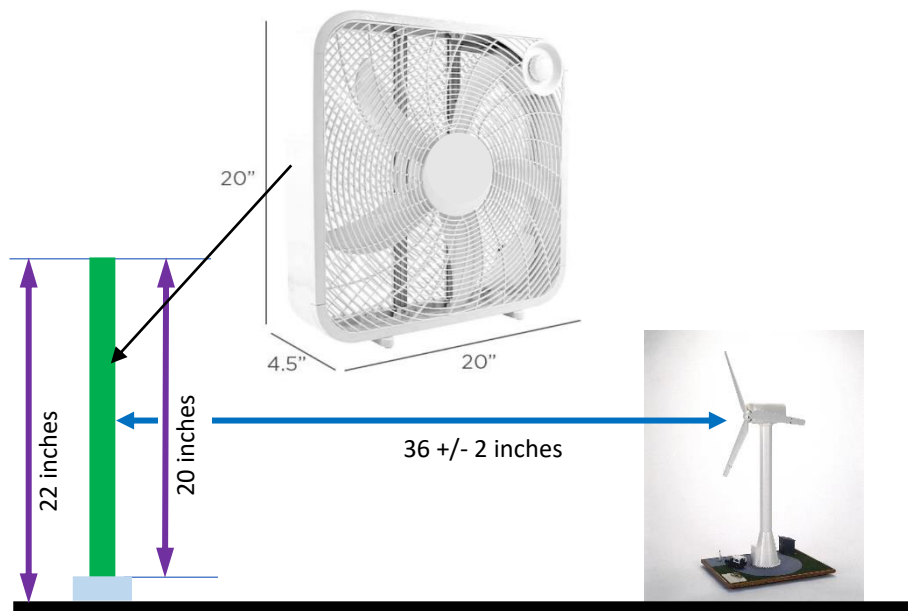

Fig.1, mise à l'essai du modèle d'éolienne sur une table avec ventilateur carré soulevé à 2 po au-dessus de la surface de la table
**Essai :** En raison des restrictions imposées par la pandémie de COVID-19, chaque équipe devra installer et procéder à l'essai de l'éolienne à son école. Une configuration pour effectuer l'essai est illustrée dans la fig 1, l'écoulement de l'air pour l'environnement d'essai est généré au moyen d'un ventilateur carré à 3 vitesses de 20 po de diamètre qui sera surélevé et fonctionnera à la vitesse numéro deux (2), la vitesse moyenne du ventilateur. Les spécifications concernant le ventilateur sont fournies dans la liste des outils, Tableau 2. Le modèle d'éolienne est placé à trois (3) pieds de distance du ventilateur et peut être rapproché ou éloigné de deux (2) pouces du ventilateur pour obtenir de meilleurs résultats. Les fils de la génératrice (moteur à courant continu) sont branchés à une résistance de valeur fixe à l'aide d'une lampe à DEL. La puissance de sortie est calculée en mesurant le courant électrique et la tension,